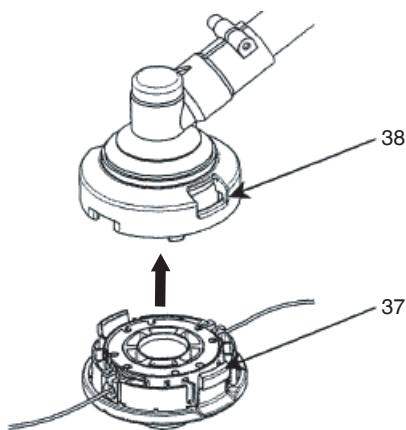

Fig. 33
- (6) Coloque la cubierta sobre la caja de forma que las pestañas de bloqueo de la tapa (37) en la caja coincidan con los orificios grandes (38) de la tapa. A continuación, empuje la caja hasta que se oiga un clic. (Fig. 33)